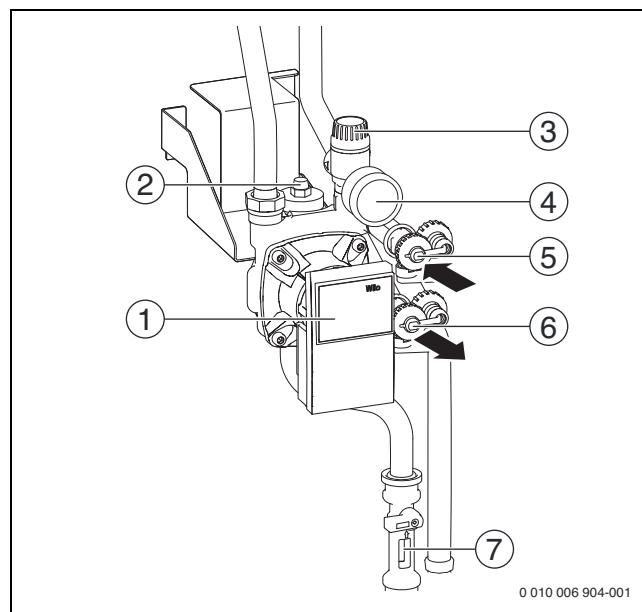

Bild 236 Übersicht Solargruppe
Befülleinrichtung an den Füll- und Entleerhahn der Solarpumpe (→ Bild 236) anschließen:
- Füll- und Entleerhahnen (→ Bild 236, [5] und [6]) öffnen.
- ▶ Während des Spülens den Füll- und Entleerhahn an der Saugseite (→ Bild 236, [6]) mehrmals kurzzeitig drosseln und anschließend schnell komplett öffnen. Dadurch können sich gestaute Luftblasen in der Rohrleitung lösen.
- ▶ Während der Schaltvorgänge den Zeiger des Manometers (→ Bild 236, Seite 121) an der Solargruppe kontrollieren.